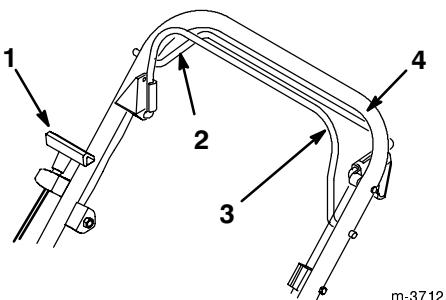

Figure 9
La poignée du lanceur, la barre de commande de traction et la barre de commande de lame se trouvent sur le mancheron supérieur, comme illustré à la Figure 9.
3. Serrer la barre de commande de lame contre le mancheron (Fig. 9).
4. Tirer lentement la poignée du lanceur jusqu'à ce qu'on sente une résistance, puis la tirer vigoureusement (Fig. 9). Laisser la poignée du lanceur revenir lentement jusqu'au mancheron.